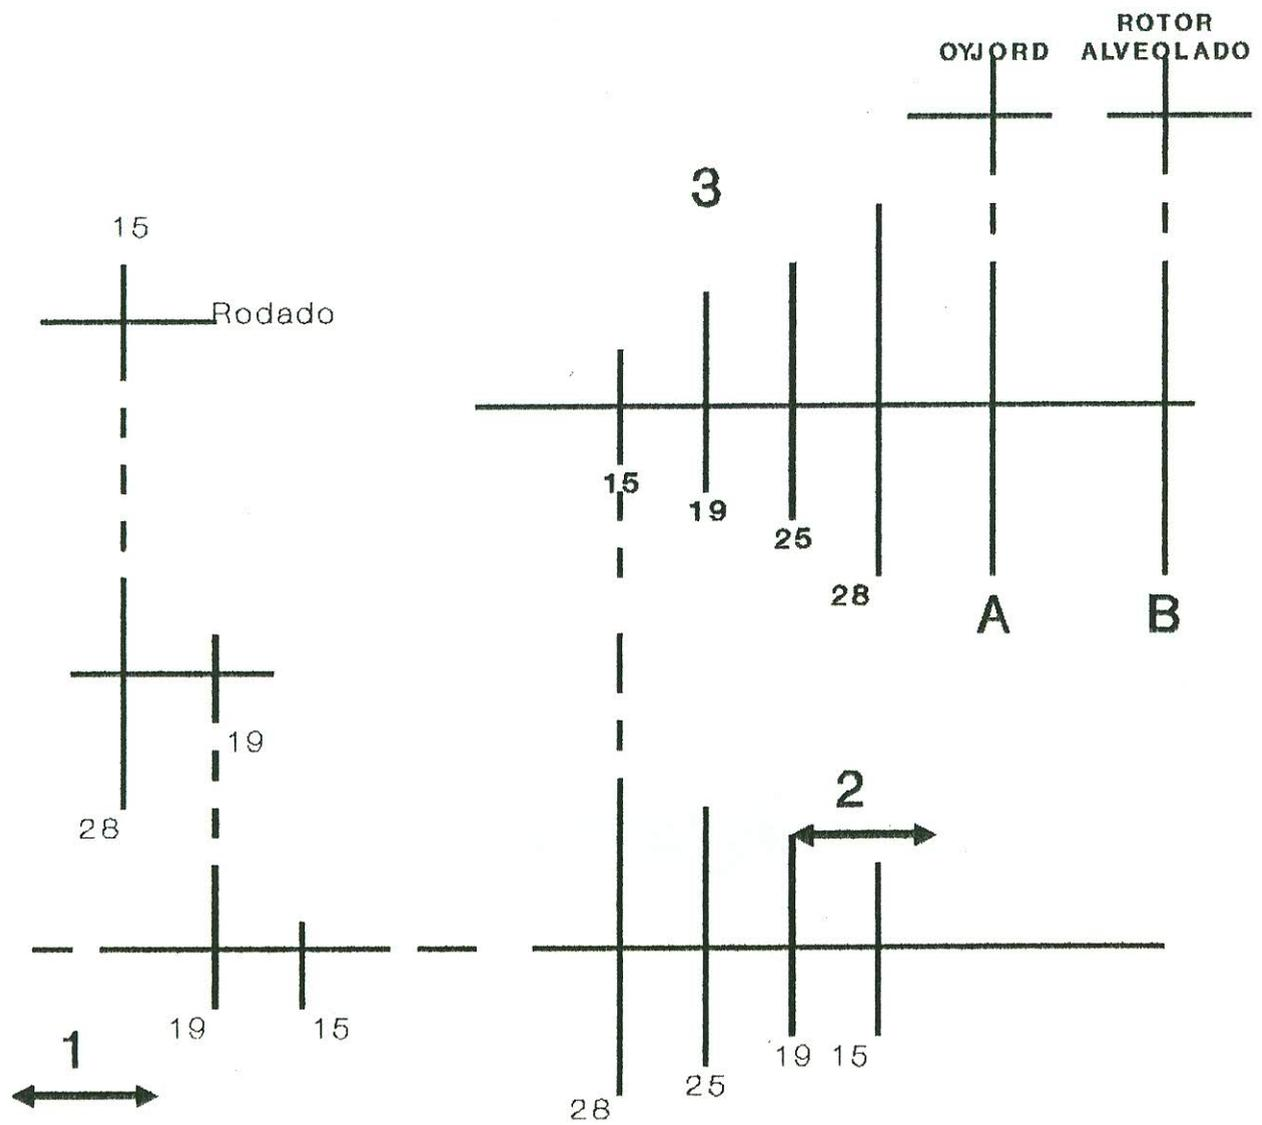

FIGURA 3. Trem de Engrenamento (SEMENTES)
Na Figura 3 é apresentado, esquematicamente o trem de engrenamento para regulagem da semente, com o respectivo número de dentes de cada engrenagem. Nos pontos 1, 2 e 3, altera-se a relação de transmissão (RT) para atingir o comprimento de parcela ou número de sementes por metro linear, desejados. No ponto "A" é acoplado o sistema OYJORD e no ponto "B" o sistema de rotores alveolados verticais.